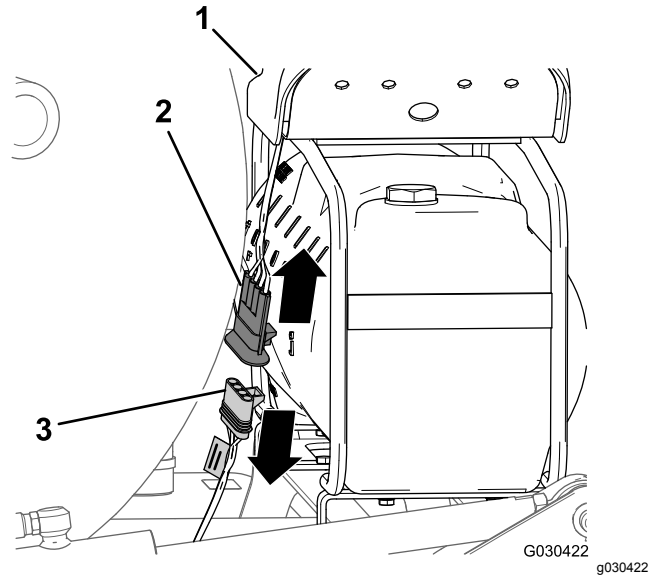

Figure 4
1. À l'arrière du réservoir du traceur à mousse, localisez le faisceau de câblage sur le compresseur (Figure 4).
2. Débranchez le connecteur à 4 broches sur le faisceau du compresseur du connecteur à 4 douilles sur le faisceau arrière de la machine (Figure 4).